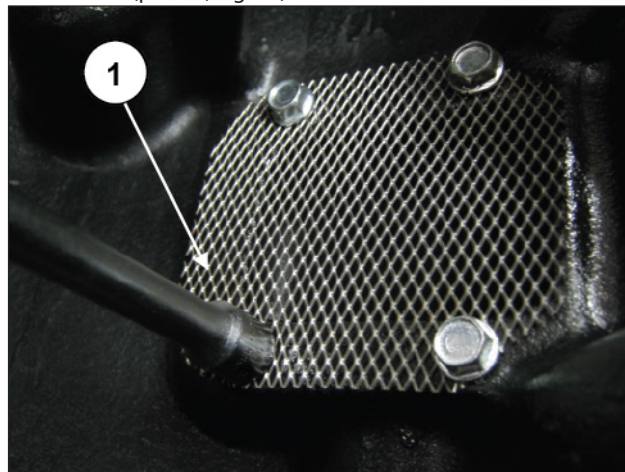

Fig. 68
Fijar la malla del filtro de aceite al cárter trasero con cuatro tornillos M6 (pos. ①, Fig. 68).